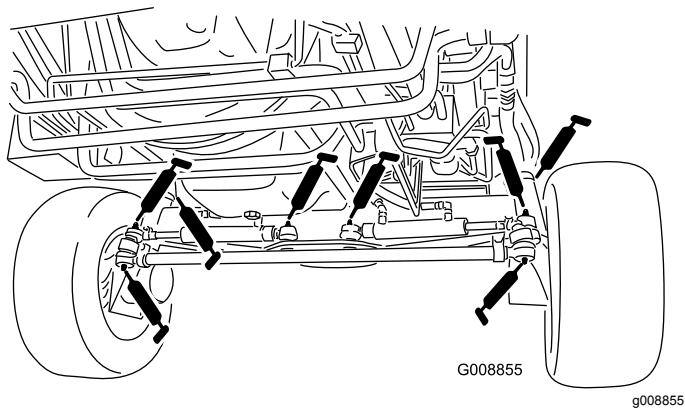

Figura 70
- 4 rótulas de cilindros de dirección (Figura 70)
- 2 rótulas de barras de acoplamiento (Figura 70)
- 2 casquillos de pivotes de dirección (Figura 70)